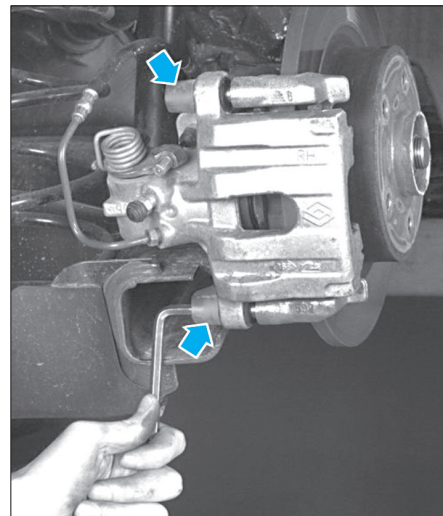

FIG. 9
- Déposer les deux bouchons de protection puis les deux vis des colonnettes (Fig.9).